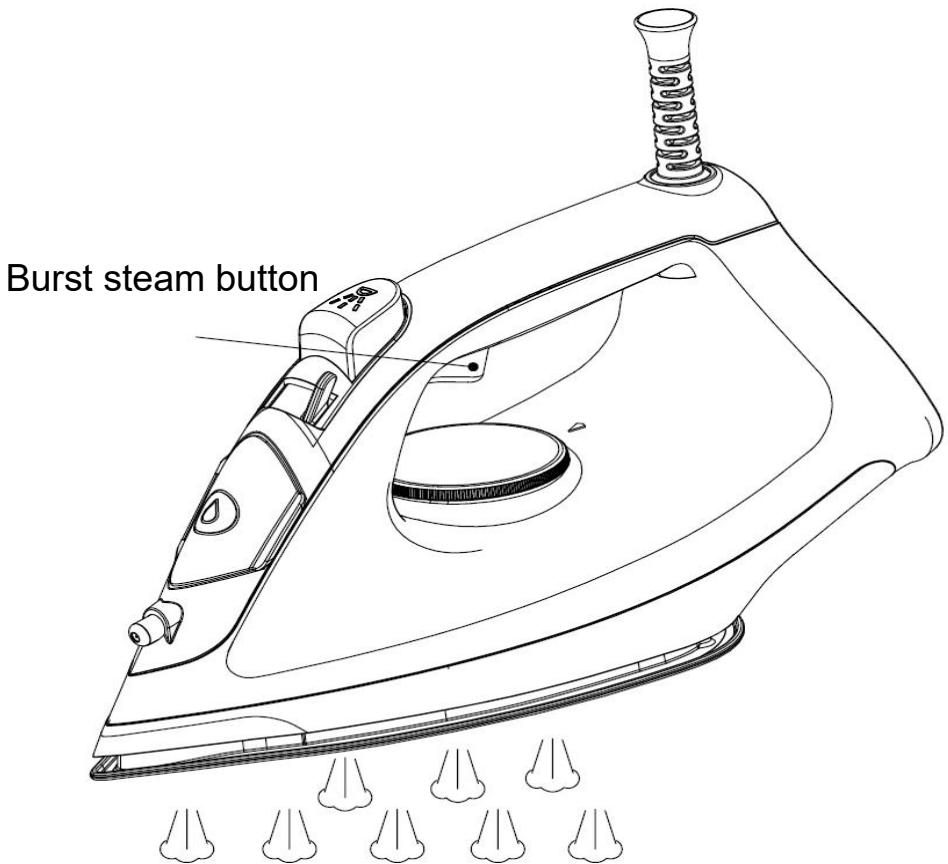

Fig.7
50.Cuando necesite eliminar las arrugas más difíciles, active la función de vapor ráfaga presionando una vez el botón de vapor ráfaga (ver Fig. 7). Es mejor activar la función de vapor ráfaga con la temperatura máxima, lo que puede lograr un buen efecto de planchado.